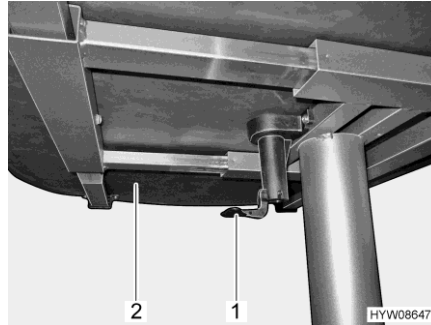

Bild 66 Hebel für Verschieben der Tischplatte
- Den Hebel (Bild 66,1) nach unten ziehen oder drücken.
- Tischplatte (Bild 66,2) in die gewünschte Position schieben.